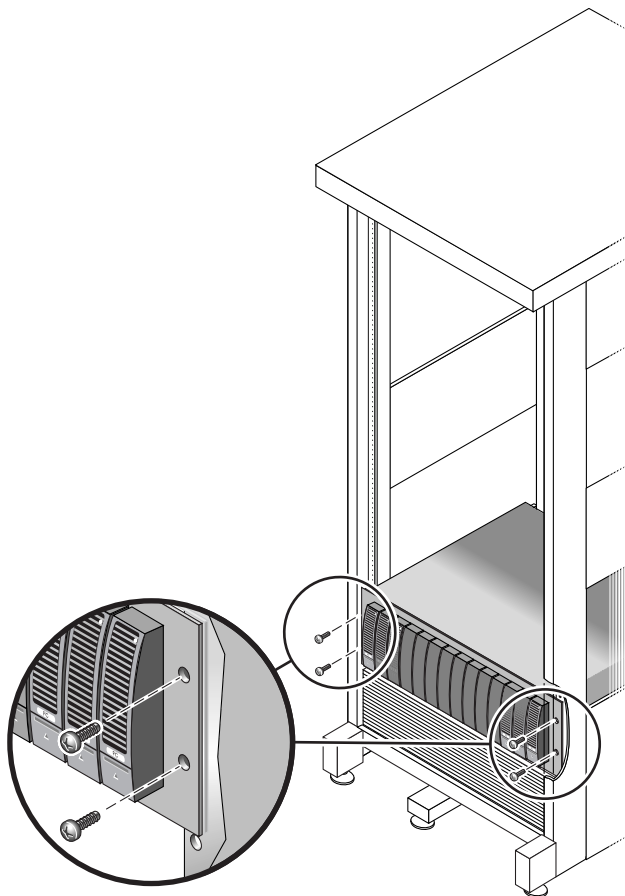

FIGURA 2-17 Fijación del chasis a la parte frontal de un armario Sun Rack 900/1000
- Si tiene un armario Sun Rack 900/1000, utilice el destornillador Phillips del 3 para introducir y apretar cuatro tornillos M6 (dos a cada lado) a fin de anclar el chasis a la parte frontal del armario (FIGURA 2-17).